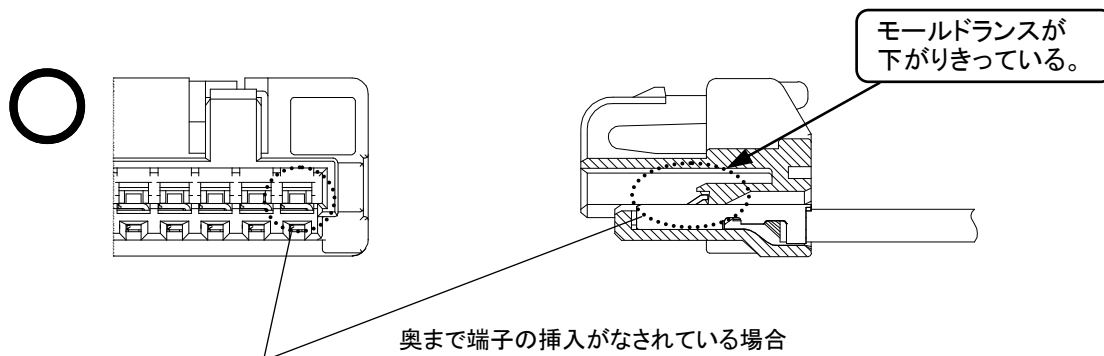

Fig.3 正しく装着されている場合 (製品形状は参考例)
- ⑤ すべての端子の装着後、プラグハウジングのモールドランスを間口より覗き、モールドランス部の位置を確認してください。正しく装着されている場合は、端子ランス部がきちんとモールドランスを乗り越えた位置にあります。(Fig.3、4)